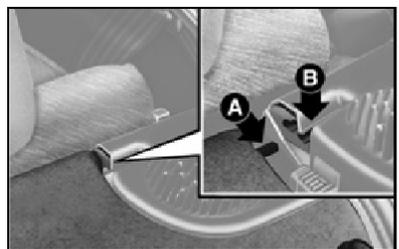

fig. 64
2) Tirar os pinos **A-fig. 64** do bagagito das respectivas sedes **B** e removê-lo.